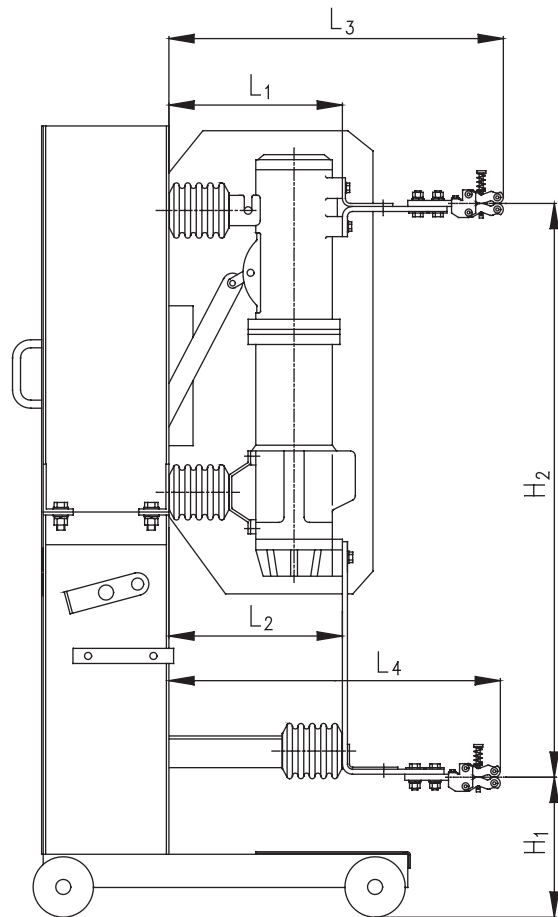

Рисунок 8.
- До демонтажа МВ необходимо с точностью ± 1 мм измерить размеры, указанные на рис. 8 (ВЭ КРУ2-10). Результаты измерений занести в таблицу 3. Если размеры измерить невозможно, то при дальнейшем монтаже ВЭ необходимо использовать данные из таблиц 4, 5 и данные завода-изготовителя КРУ.
Отрегулировать размеры в соответствии с рис. 8 и таблицей 3 или таблицами 4 и 5.